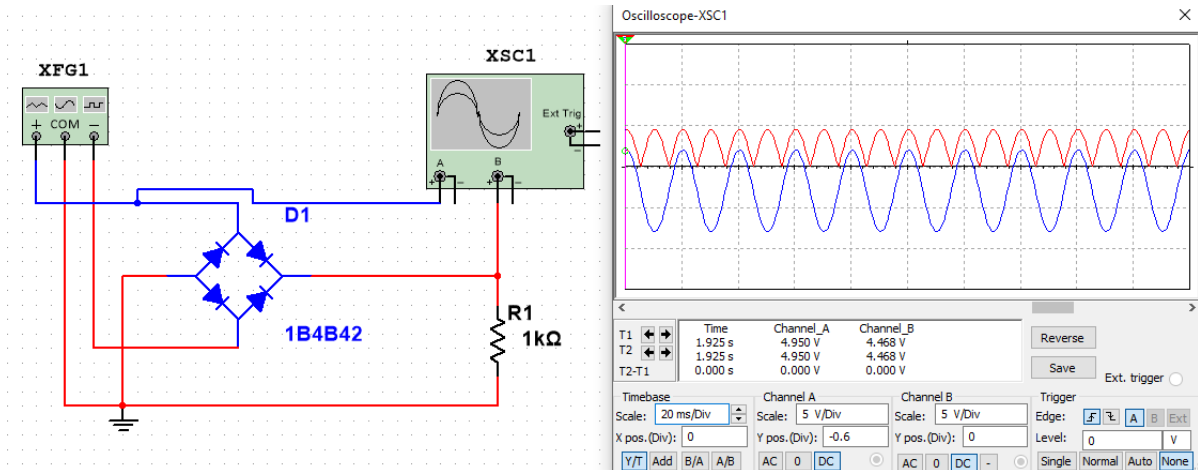

Рис. 31 – Схема для дослідження та епюри напруг двонапівперіодного випрямляча без фільтра, що згладжує
- зібрати схему для дослідження двонапівперіодного випрямляча, згідно з (рис. 31). Отримати епюри вхідної та вихідної напруги. Зробити висновки про роботу двонапівперіодного випрямляча.